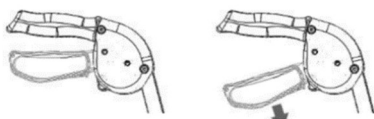

Fig. 5 (état non verrouillé) Fig. 6 (état verrouillé)
- Tirez les poignées de frein vers le haut jusqu'à ce qu'elles soient relâchées, comme indiqué sur la figure 5.